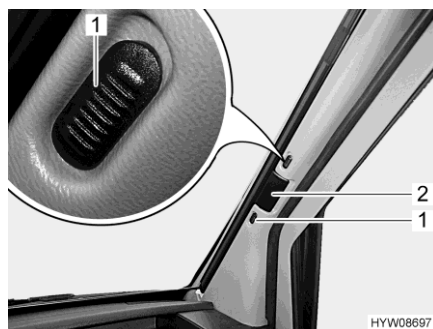

Fig. 25 Estor plegable (luna delantera)
- Empujar los botones de desbloqueo (Fig. 25,1) hacia arriba o bien hacia abajo (punto rojo = abierto).
- Tirar el estor plegable para la luna delantera del tirador (Fig. 25,2) hacia el centro de la ventana.
- Empujar ambas mitades del estor plegable para la luna delantera en el tirador (Fig. 25,2) hacia afuera, hasta el tope.
- Empujar los botones de desbloqueo (Fig. 25,1) hacia abajo o bien hacia arriba (ningún punto rojo = bloqueado).